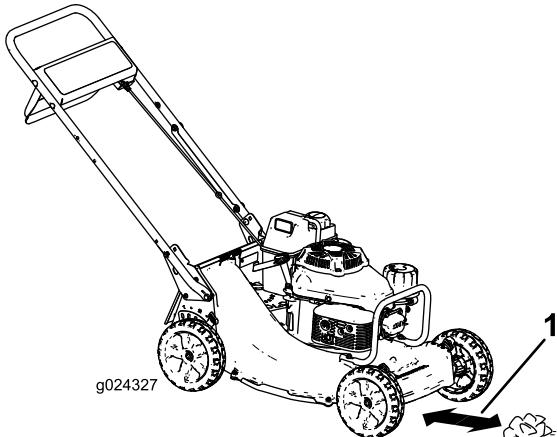

Figura 18
4. Coloque a bola de jornal a cerca de 13 cm à frente da máquina (Figura 18).